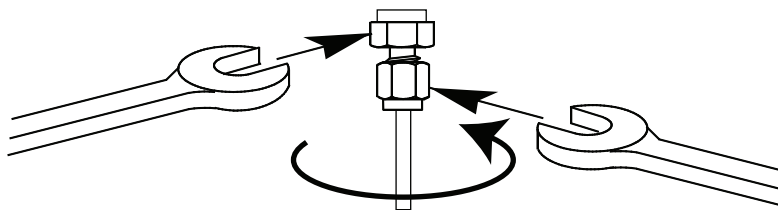

Figura 19. Serraggio finale
- 7 Per i raccordi Swagelok da 1/8", serrare il raccordo di 3/4 di giro utilizzando due chiavi. Vedere Figura 19.